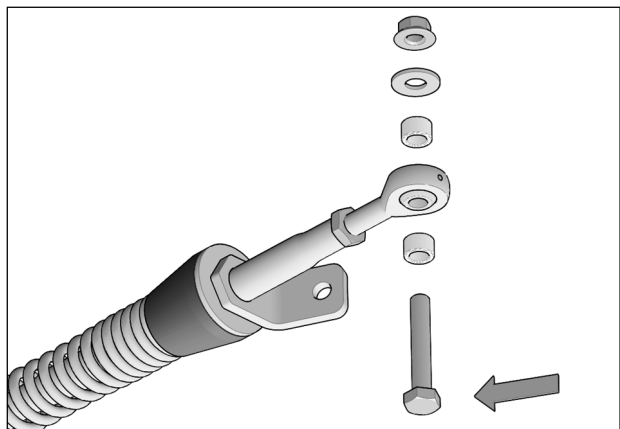

Fig. 3
3. Retirer les boulons M10x60mm, rondelles et espaceurs des rotules des bras stabilisateurs arrière. Voir la Fig. 3